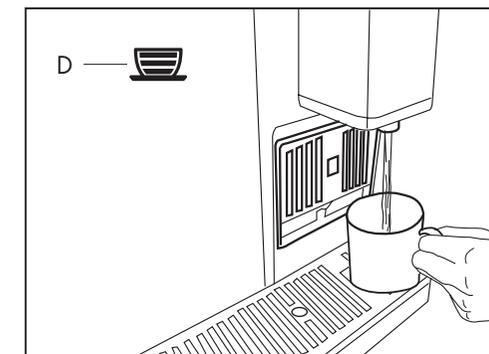

Fig.6
- Premere il tasto (D) (Fig. 6) ed attendere la fine dell'erogazione. In questo modo la macchina si è risciacquata.